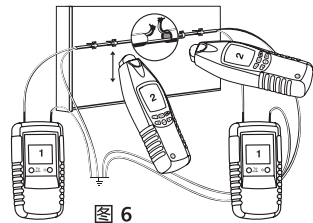

图 6
- 所有没有使用的线路必须按照图 6 所示和一辅助地线相接。
- 将两个发送器按照图 6 所示连接。